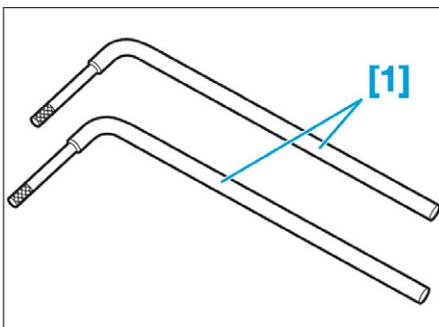

FIG. 92
- [1]. Levier de décollement pour culasse (réf : 149-T) (Fig.92).